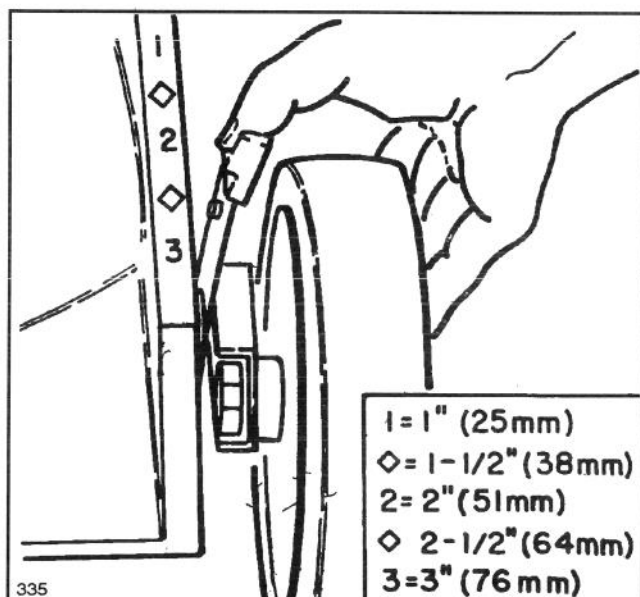

Figure 9
2. Afin de faciliter le réglage, soulevez le carter—sans mettre les mains sous la plaque—de manière à ce que la roue ne touche plus le sol. Serrez le levier de réglage vers la roue (figure 9) et placez-le à la position voulue. Vérifiez que la goupille du levier de réglage est bien enclenchée dans le cran du carter. Réglez toutes les roues à la même hauteur.